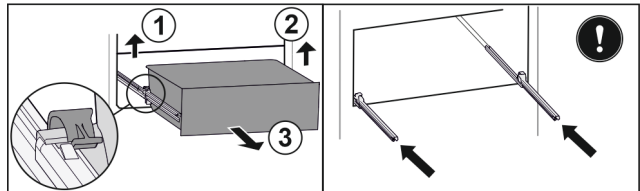

Fig. 41
- ▶ Підняти лівий затискач і одночасно висувний ящик ліворуч потягнути вперед. Fig. 41 (1)
- ▶ Підняти правий затискач і одночасно висувний ящик праворуч потягнути вперед. Fig. 41 (2)
- ▶ Вийняти висувний ящик рухом вперед. Fig. 41 (3)